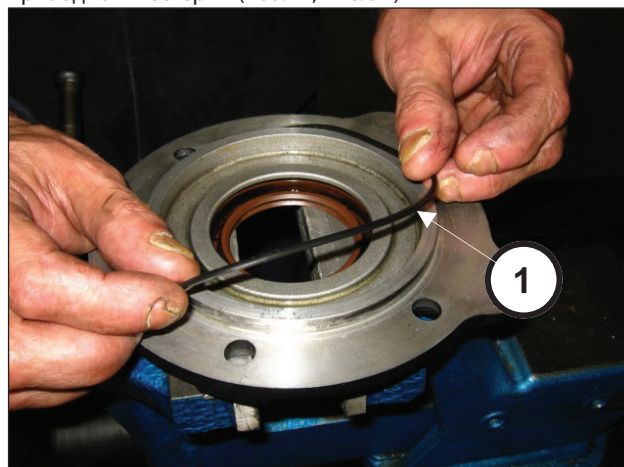

Рис. 92
Установите уплотнительное кольцо O-ring в крышку приводной шестерни (поз. ①, Рис. 92)